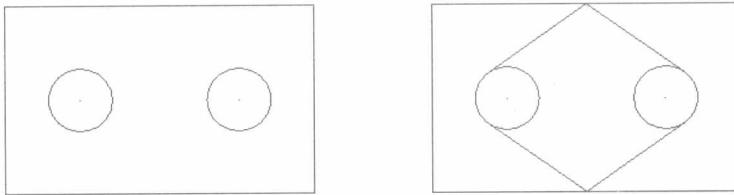

图1-8
**【练习1-8】：** 打开附盘上的文件“1-8.MCX”，利用【Create】/【Line】/【Create Line Endpoint】切线命令，将图1-8中的左图绘制为右图。